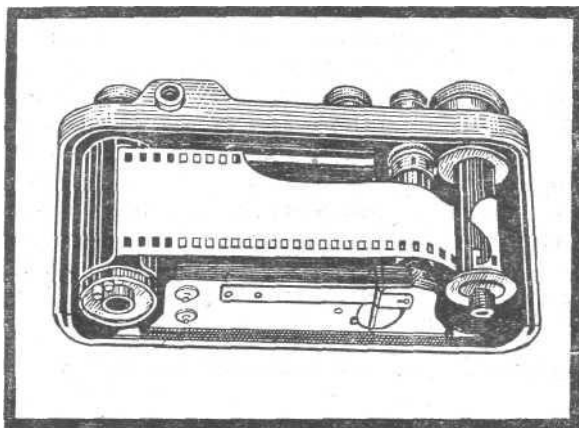

Рис. 10.
При этом одновременно приемную катушку оденьте на втулку, установив пленку так, чтобы зубья ведущего барабана входили в перфорации пленки (см. рис. 10), для чего, удерживая заводную головку затвора (2), поверните головку приемной катушки по направлению намотки пленки.